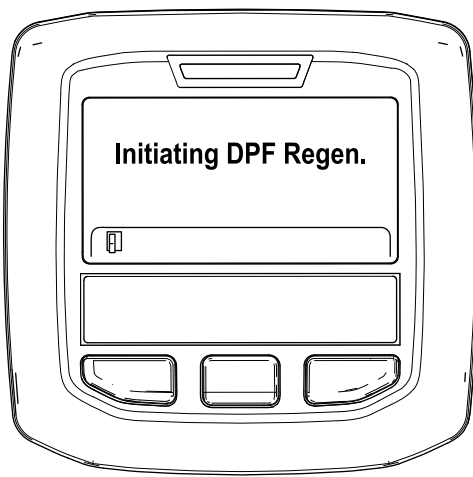

図 53
A. Initiating DPF Regen DPF 再生開始中というメッセージが表示される 図 53。